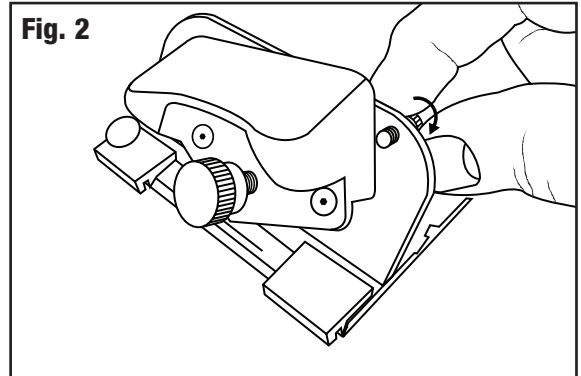

Fig. 2
1. Quite el tornillo de retención de la cuchilla lo suficiente para pivotar el sujetador de la cuchilla hacia atrás (**Fig. 2**). Suelte el tornillo de cuchilla.